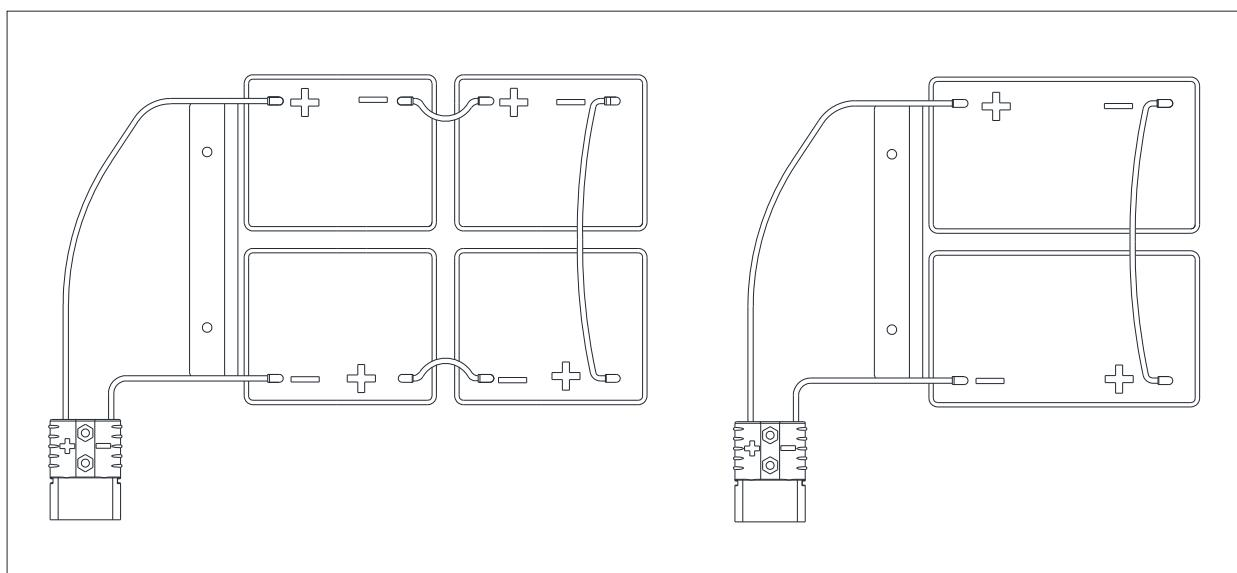

Abbildung 3
Das Gerät benötigt zwei 12-V-Batterien oder vier 6-V-Batterien, die gemäß Abbildung 3 angeschlossen werden.
- Verlegen und installieren Sie das Akkukabel wie in (Abbildung 3) dargestellt und ziehen Sie dann die Muttern an jedem Akkustecker vorsichtig an.